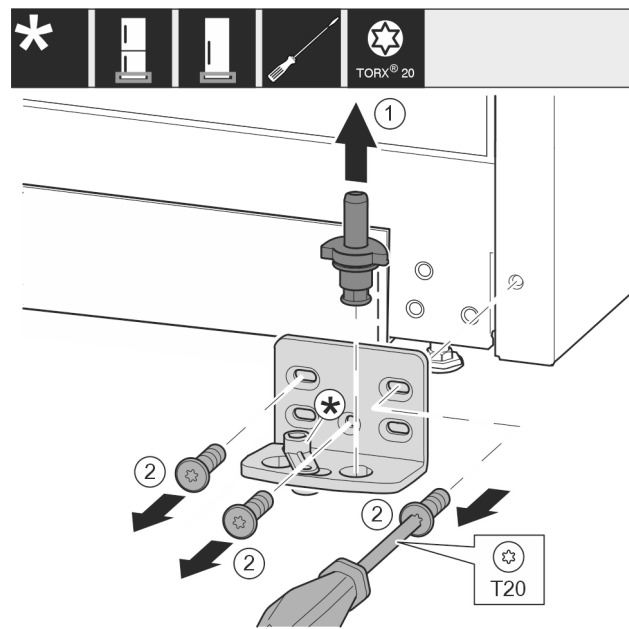

Fig. 22
- ▶ Extrageți complet bolțul de lagăr în sus. Fig. 22 (1)
- ▶ Extrageți prin rotire și detașați șuruburile cu șurubelnița T20. Fig. 22 (2)